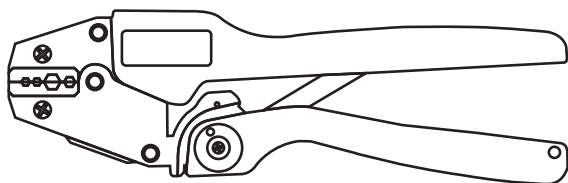

Bild 5 Crimpzange 6-kant für Mantelcrimpung
- Vercrimpen des POF-Kabelmantels mit dem Steckverbinderanker mittels 6-kant-Crimpzange (910CZ00100002) in der entsprechenden Schlüsselweite (SW 3,0) (siehe Bild 5 und 6), bis die Crimpzange hörbar entriegelt.